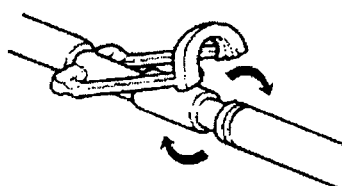

Figura 4: Gire
3. Acople las mangueras de los conectores a la manta. Introduzca el acoplamiento macho de la manta en el acoplamiento hembra de la manguera con un movimiento giratorio (figura 3 y figura 4).